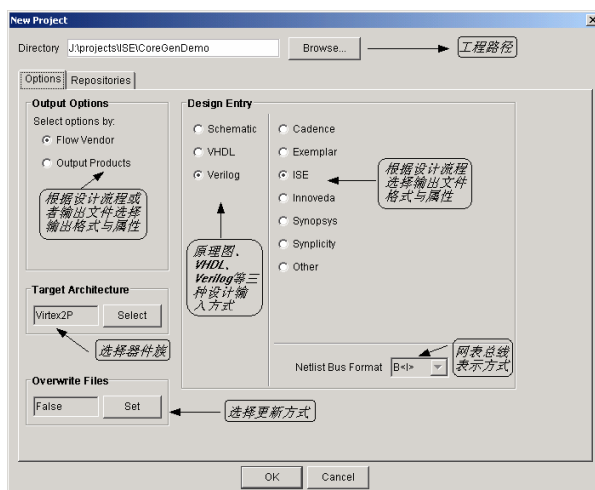

图2-80 工程属性的设置
- (2) 单击 **Create a New Project** 按钮新建一个工程，自动弹出工程属性对话框，如图 2-80 所示。这个对话框十分重要，当前工程的重要属性信息都在其中设置。如果工程已经建立，可以通过执行【Project】/【Project Options】命令修改工程属性信息。
按照图 2-80 设置工程属性，单击 **OK** 按钮，IP 核生成器显示仿真提示信息，单击 **确定** 按钮完成新建工程，进入 IP 核生成器主界面。